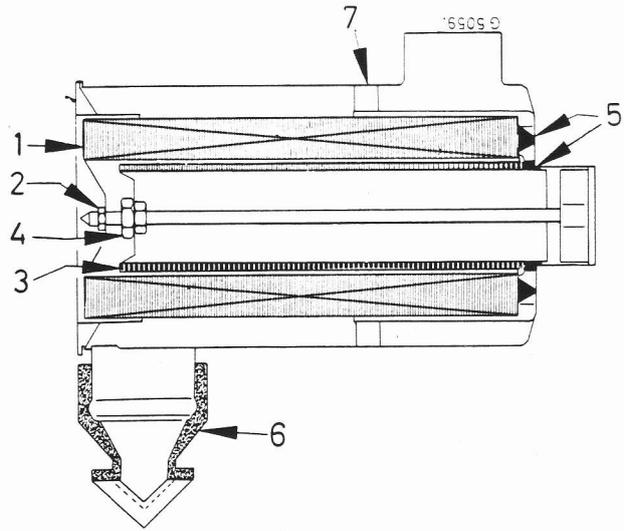

Figure 70 - Vue en coupe du filtre à air sec à double étage.
L'air aspiré est animé d'un tourbillon rapide autour de l'élément filtrant par les ailettes (7, fig. 70). Sous l'effet de ce mouvement tourbillonnaire, la plus grande partie de la poussière en suspension dans l'air d'admission est centrifugée et évacuée par le vide-poussière automatique (6). L'air ainsi pré-filtré est admis dans l'élément de filtre principal (1), qui retient les dernières impuretés. La cartouche de sécurité (3) protège le moteur lorsque l'élément principal est endommagé.
REPLACEMENT DE L'ELEMENT PRINCIPAL (1, fig. 70)
REPLACEMENT DE L'ELEMENT DE SECURITE (3, fig. 70)
ELEMENT PRINCIPAL DE FILTRE (1, fig. 70)
2. Otez l'écrou (2, fig. 70).
3. Déposez l'élément principal (1). Prenez soin de ne pas faire tomber de saletés sur l'élément (3).
4. Vérifiez le bon état du joint (5) situé à l'extrémité de l'élément. S'il manque ou s'il est détérioré, changez l'élément. Vérifiez également le joint de l'écrou (2) et changez-le si nécessaire.
1. Engagez l'extrémité ouverte de l'élément neuf (1, fig. 70) dans le corps de filtre par-dessus l'élément (3). Serrez l'élément avec l'écrou (2).
ELEMENT DE SECURITE DU FILTRE (3, fig. 70)